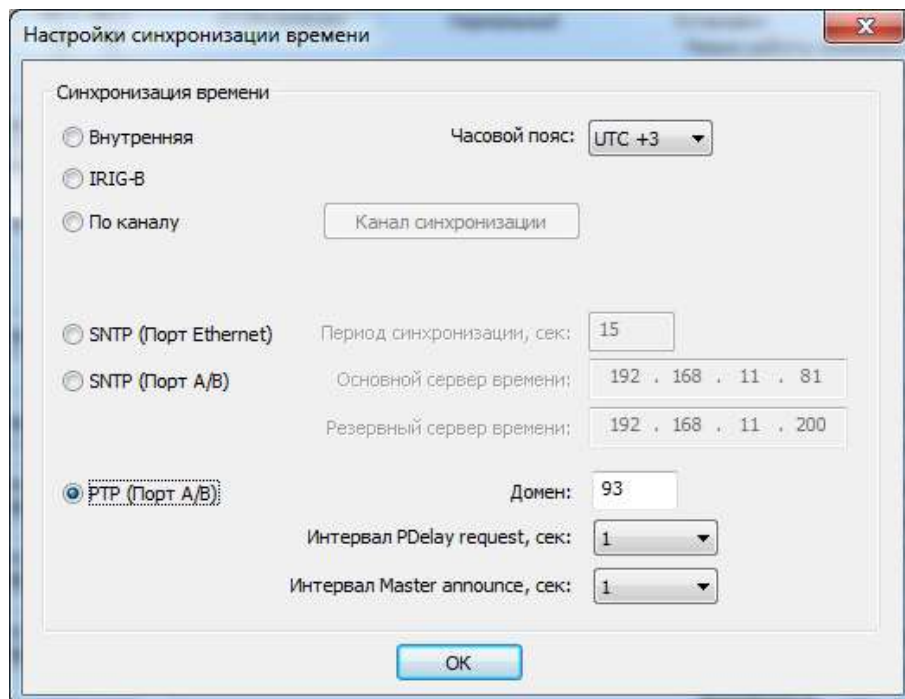

Рис. 9.61 Выбор источника синхронизации времени
- Выбрать источник синхронизации времени (Рис. 9.61): внутренняя синхронизация, IRIG-B (внешняя), по каналу связи, PTP A/B (по Point to Point протоколу), SNTP Eth (по протоколу SNTP - Simple Network Time Protocol) и SNTP A/B. Значение по умолчанию – PTP A/B. Варианты синхронизации по протоколам PTP A/B и SNTP A/B доступны при использовании модуля MC 61850. Если используется только модуль ЦЛИ, вариантом синхронизации времени по умолчанию становится синхронизация от внутреннего источника.